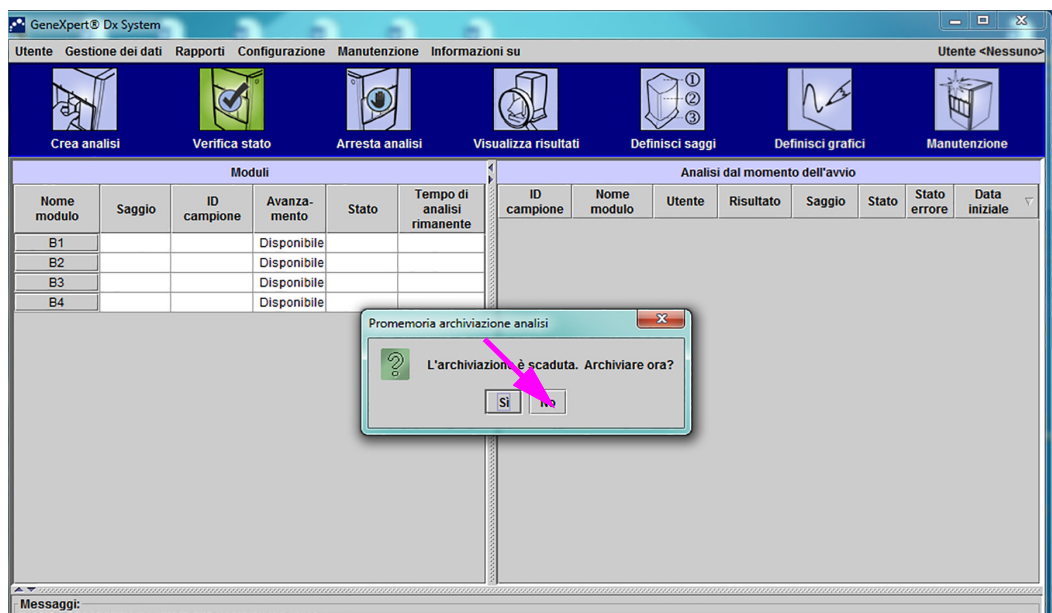
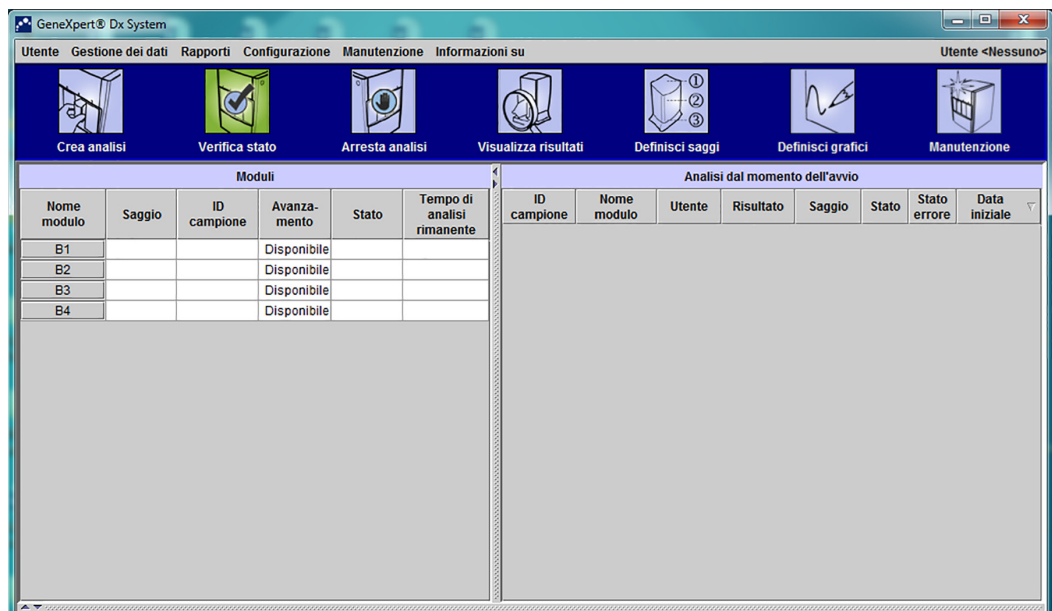

Figura 2-54. Finestra GeneXpert Dx System con sovrapposizione della finestra di dialogo Promemoria archiviazione analisi
Figura 2-55. Finestra GeneXpert Dx System
3. Nella finestra di dialogo Test Archive Reminder (Promemoria archiviazione analisi), fare clic su **NO** per continuare (vedere la Figura 2-54). Viene visualizzata la schermata GeneXpert Dx System (vedere la Figura 2-55).
Prima di iniziare a usare il software del sistema GeneXpert Dx, è necessario definire l'amministratore del sistema GeneXpert Dx e gli altri utenti del sistema. Tutte le funzioni dell'amministratore sono accessibili dal menu Configurazione nella finestra sistema GeneXpert Dx. Vedere la Figura 2-55.